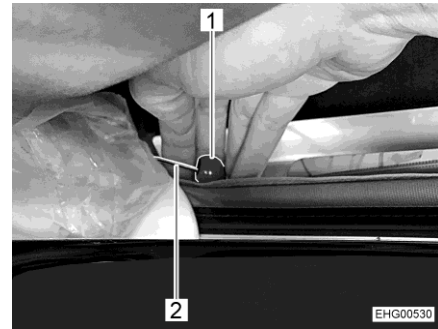

Bild 39 Notentriegelung
- Auf beiden Seiten am roten Knopf (Bild 39,1) des Seilzugs (Bild 39,2) ziehen.